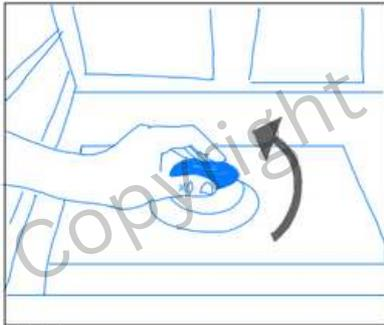

Abbildung 1
2. Anschließend entfernen Sie das Sieb, das sich am Boden des Geräts befindet. Der Sprüharm lässt sich nach oben hin abnehmen (Abbildung 1+2).